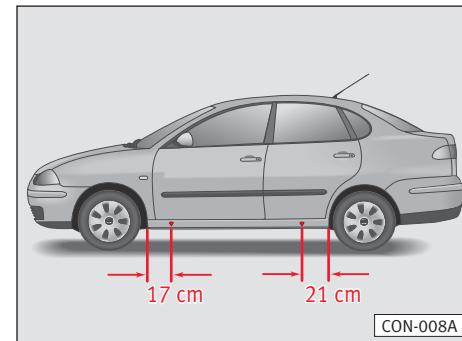

Fig. 138
- El gato se debe colocar, delante y detrás, a unos 17 cm y 21 cm aprox., respectivamente, del correspondiente paso de rueda ⇒ fig. 138.